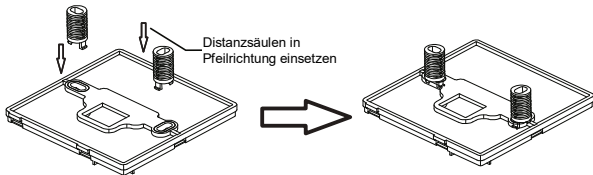

Abb. 3.5
- 3) Befestigen Sie die angepassten Distanzsäulen aus Kunststoff an der Rückwand. (Siehe Abbildung 3.5.)